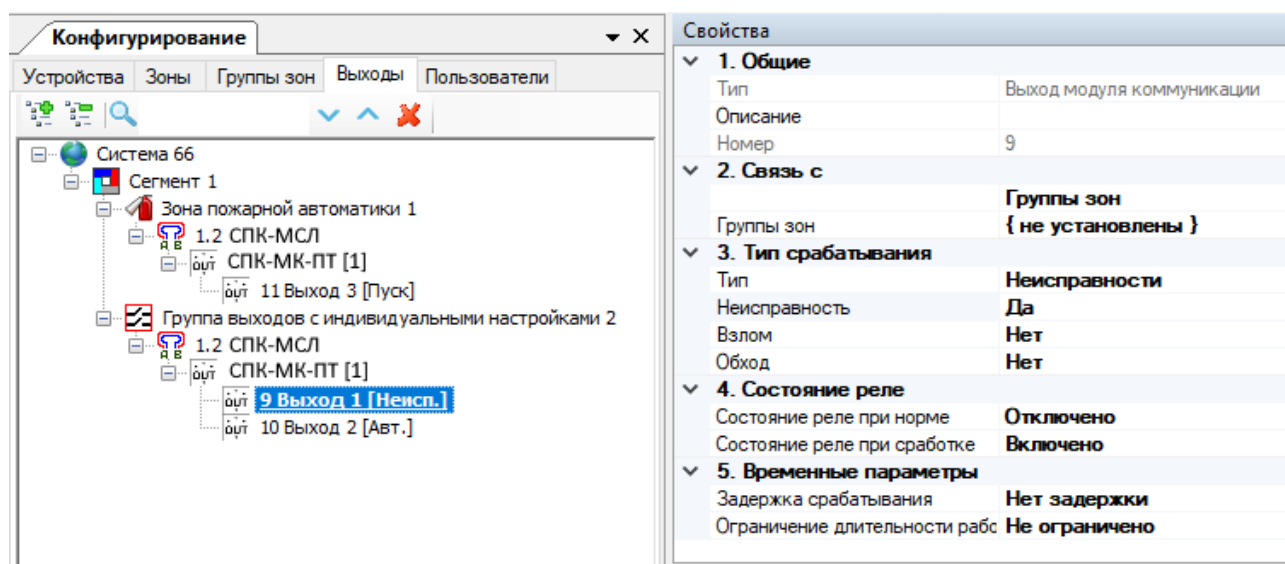

Рис. 55
- 4) Настроить сработку выхода 1 (Неисправность) по неисправности в выбранной группе зон (в которой находятся устройства, неисправность которых необходимо контролировать на Панели-ПТ) (см. рис. 55).